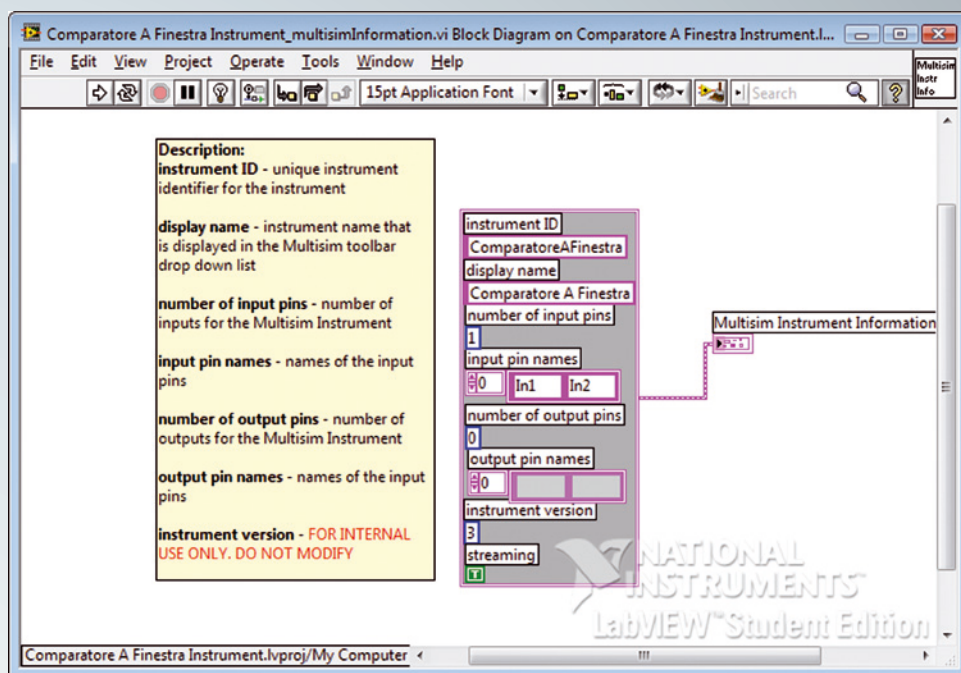

Fig. 8 - Block Diagram di Comparatore "A Finestra Instrument_multisimInformation.vi".
6. Immettere le seguenti informazioni direttamente nel diagramma a blocchi (**Fig. 8**):